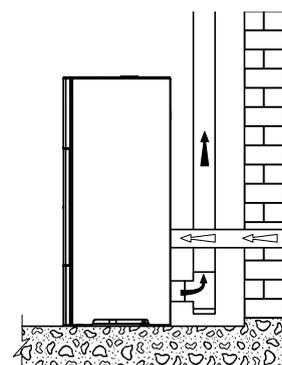

Fig. 5.6
- Conectar la entrada del aire comburente de la estufa a la toma de aire mediante un conducto específico (Fig. 5.6).